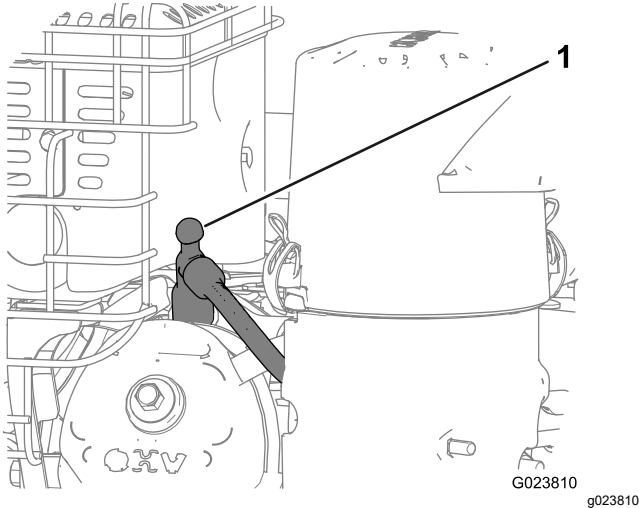

Figura 22
3. Desconecte el cable de la bujía, y mantenga el cable alejado de la bujía para evitar un arranque accidental (Figura 22).